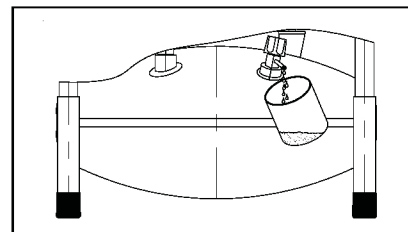

Fig. 6
- a) Meget kondensvand i beholderen. Tøm beholderen via drænhanen (fig. 6).